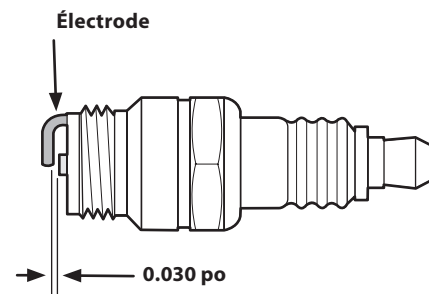

Figure 6-5
3. Mesurez l'écartement de la bougie avec une jauge d'écartement. Ajustez au besoin en pliant l'électrode de côté. Voir la Fig. 6-5. L'écartement doit mesurer 0,030 po.